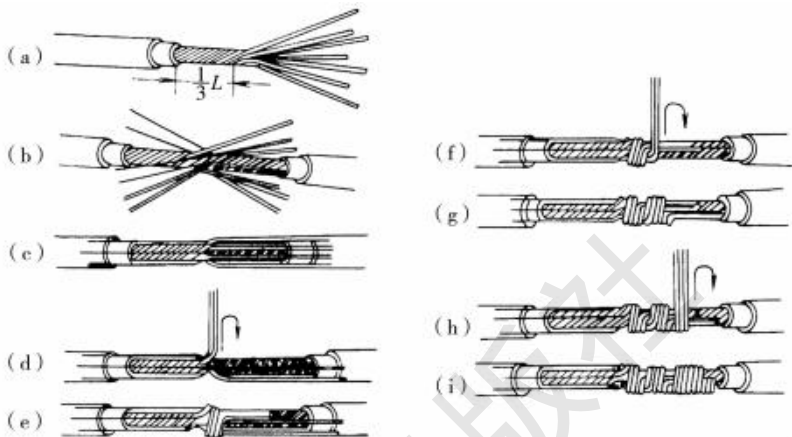

图 1-4 多股铜芯线的直线连接
1) 先将剖去绝缘层的芯线头拉直,接着把芯线头全长的1/3根部进一步绞紧,然后把余下的2/3根部的芯线头,按如图1-4(a)所示方法,分散成伞骨状,并将每股芯线拉直。
2) 把两导线的伞骨状线头隔股对叉, 然后捏平两端每股线, 如图 1-4(b)、(c) 所示。
3) 先把一端的 7 股芯线按 2、2、3 股分成三组, 接着把第一组股芯线扳起, 垂直于芯线, 如图 1-4(d) 所示。然后按顺时针方向紧贴并缠绕两圈, 再扳成与芯线平行的直角, 如图 1-4(e) 所示。
4) 按照上一步骤相同的方法继续紧缠绕第二组和第三组芯线, 但在后一组芯线扳起时, 如图 1-4(f)、(g) 所示, 第三组芯线应紧缠三圈, 如图 1-4(h) 所示。每组多余的芯线端应剪去, 并钳平切口毛刺。导线的另一端连接方法相同。